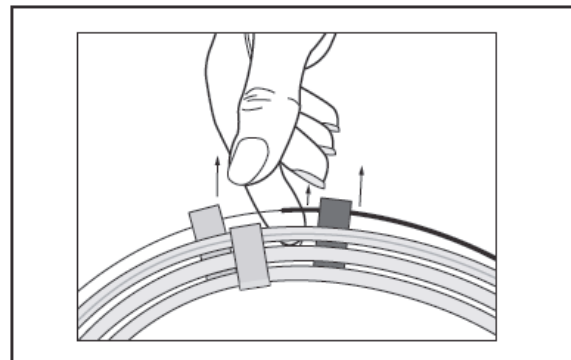

図 3: ワイヤ固定具とシース固定具の間からデリバリーワイヤとシースを慎重に外す
- 8) デリバリーワイヤとイントロデューサシースを一緒につかみ、ワイヤ固定具 (白色) とシース固定具 (オレンジ色) から、デリバリーワイヤがねじれないように慎重に外す (図 3 参照)。